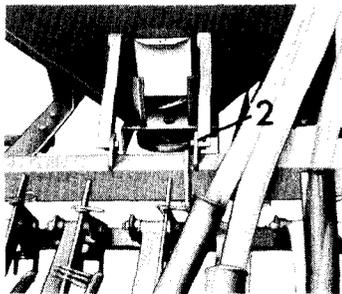

Fig. 34
3. Schneckenlager (Fig. 34/2) (nur jedes $\frac{1}{2}$ Jahr abschmieren)